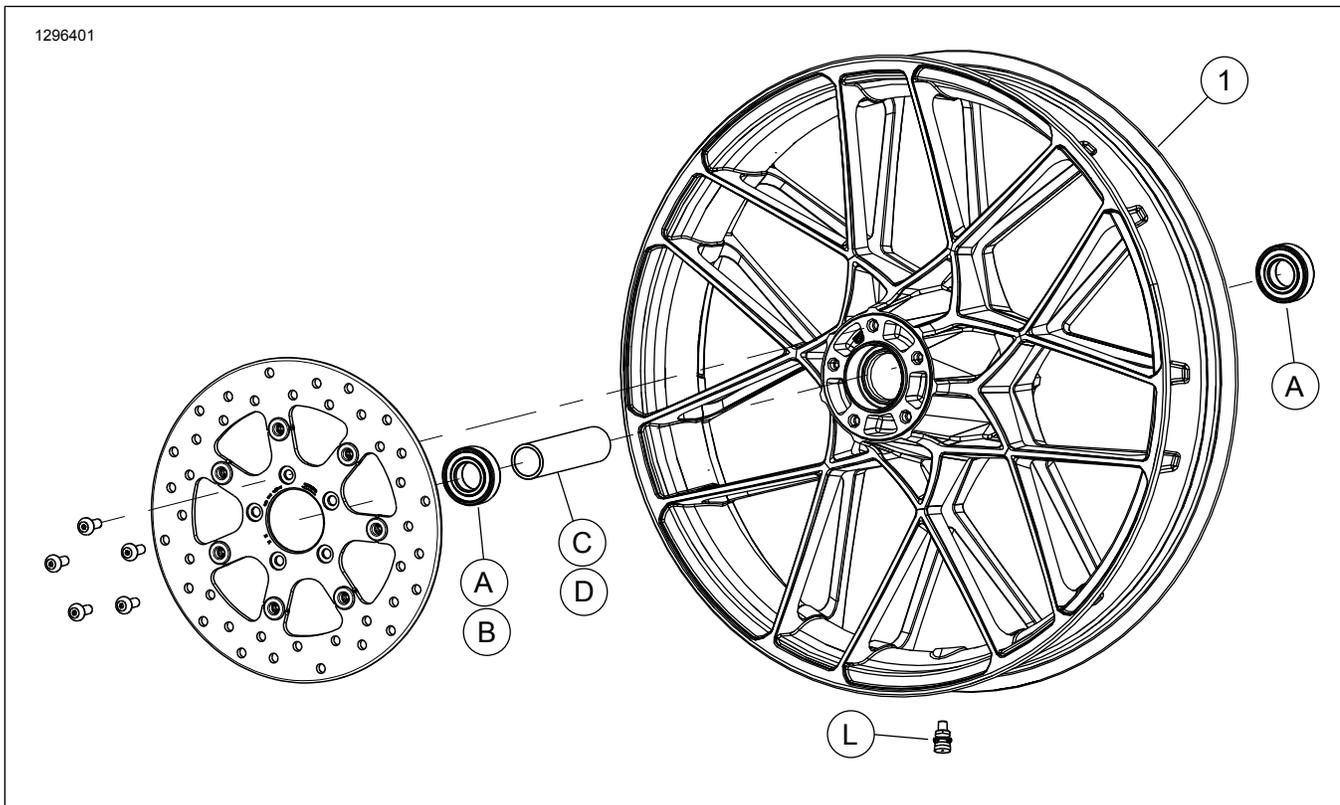

Abbildung 2. Ersatzteile: Vorderrad
Dieser Satz enthält nur das Custom-Rad. Siehe Abbildung 2 und Tabelle 2.
2. Siehe Abbildung 2 >. Die Ventilschaft-Baugruppe (L) am Rad anbringen. Siehe Werkstatthandbuch.